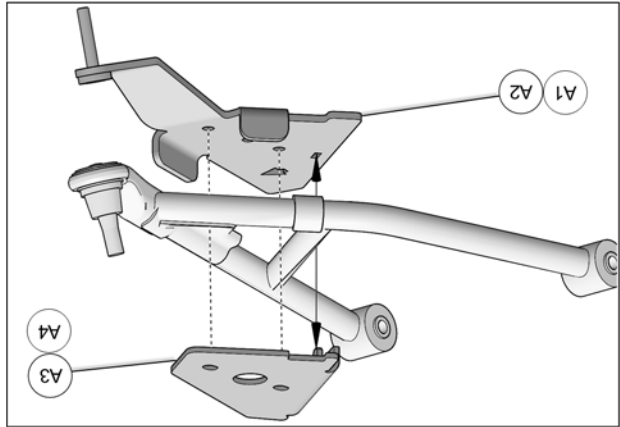

Fig. 17
6. Positionner la partie inférieure de l'ancrage anti-rotation (A1-A2) sous le bras de suspension inférieur. Positionner la partie supérieure (A3-A4) au-dessus du bras de suspension et insérer le tenon de la partie supérieure dans le trou rectangulaire de la partie inférieure. Voir la Fig. 17